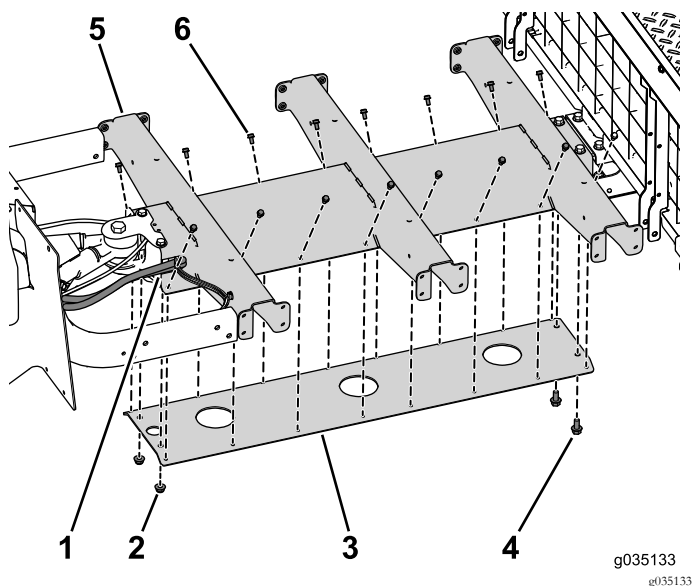

Figure 79
- Avec les 2 boulons (3/8" x 3/4"), les 16 boulons (1/4" x 1/2") et les 2 écrous à embase (3/8"), fixez légèrement la plaque inférieure au profilé central (Figure 79).